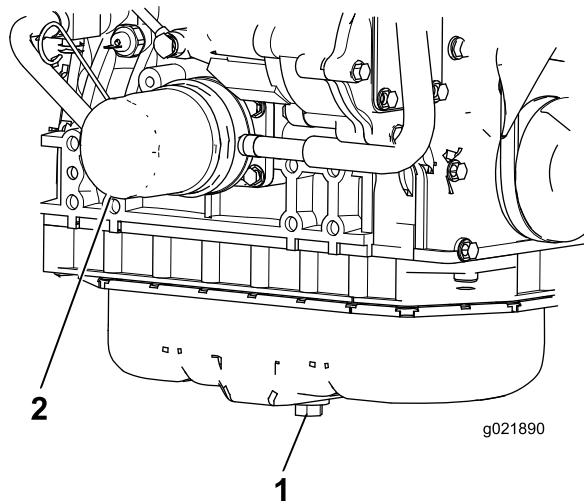

Figura 62
- Retire el tapón de vaciado del aceite de motor (Figura 62) y deje fluir el aceite a un recipiente apropiado. Una vez que se haya vaciado todo el aceite, coloque el tapón de vaciado.
- Retire el filtro de aceite (Figura 62). Aplique una capa ligera de aceite limpio al filtro nuevo antes de enroscarlo. **No apriete demasiado.**